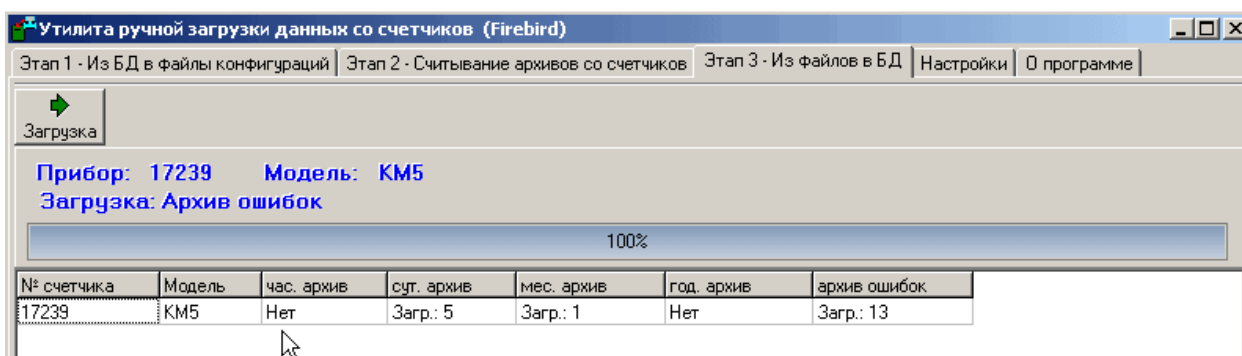

Рис. 37. Вкладка «Этап 3» главного окна программы INBAZAhand.
3. Выбираем в главном окне программы вкладку «Этап 3». Нажимаем кнопку . Ход процесса отображается индикатором прогресса и информационными сообщениями (Рис. 37). В результате архивные данные из временных файлов программы переносятся в БД Firebird. После чего отображение информации по приборам учета становится доступным в клиентской оболочке **disp_lite_fdb**.